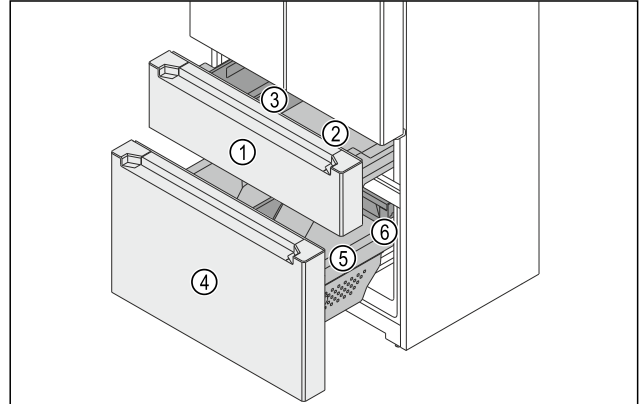

Fig. 147 Auszugswagen Gefrierteil
- (1) Oberer Auszugswagen
- (2) Behälter
- (3) FlexBox
- (4) Unterer Auszugswagen
- (5) Behälter
- (6) Schubfach
Das Gefrierteil besteht aus zwei Auszugswagen. Im oberen Auszugswagen Fig. 147 (1) sind ein Behälter Fig. 147 (2) und eine FlexBox Fig. 147 (3). Im unteren Auszugswagen Fig. 147 (4) sind ein großer Behälter Fig. 147 (5) und ein Schubfach Fig. 147 (6). Sie können die FlexBox und den Behälter im oberen Auszugswagen zur Reinigung entnehmen.